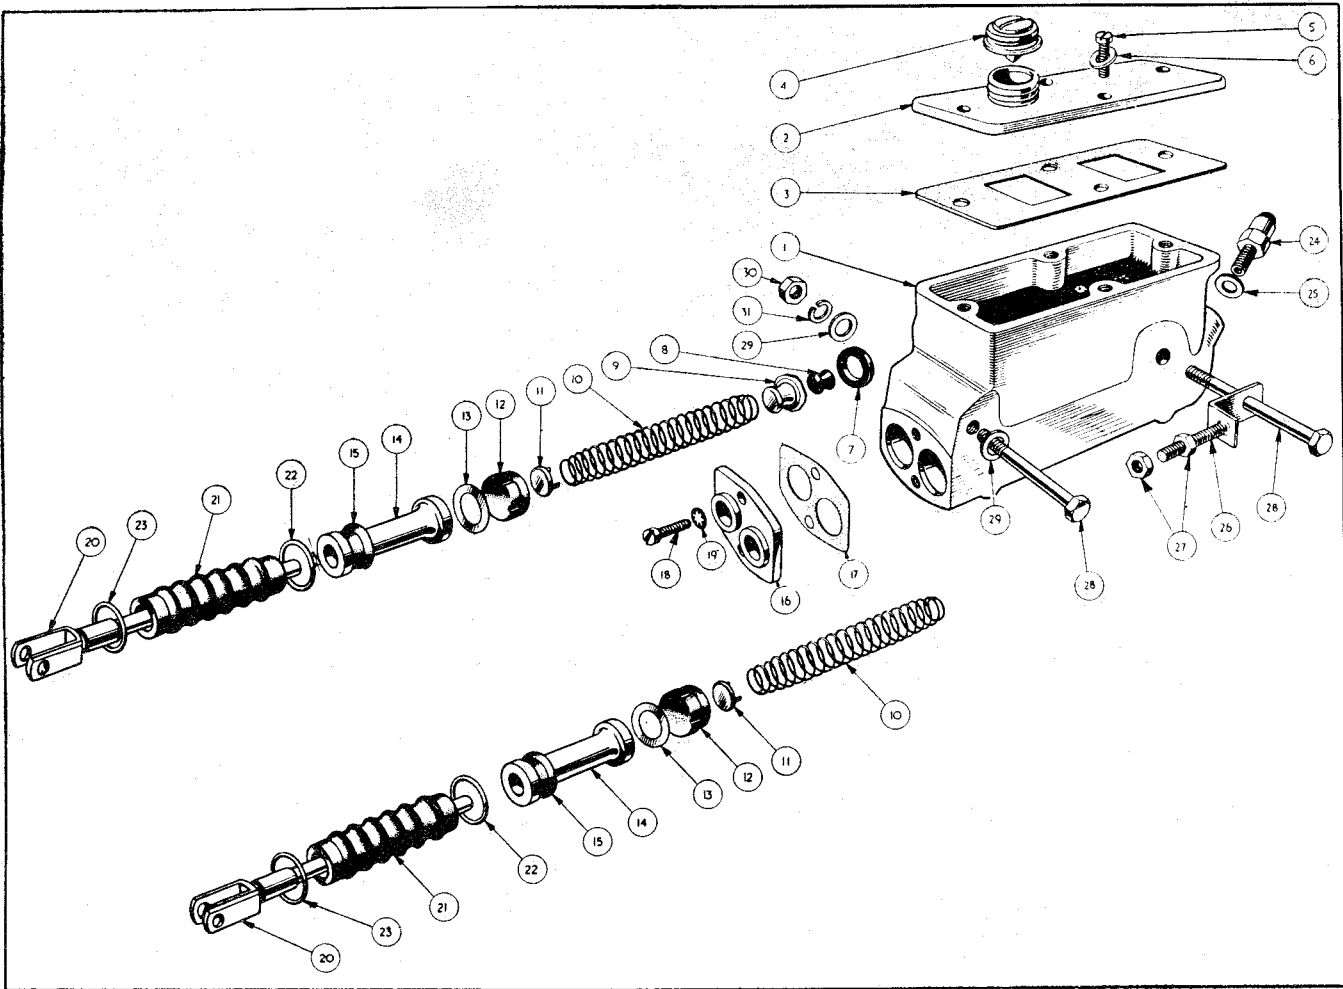

Fig. 3
21. TO DISMANTLE THE MASTER CYLINDER (Fig. 3)
22. TO ASSEMBLE THE MASTER CYLINDER (Fig. 3)
NOTATION FOR Fig. 3